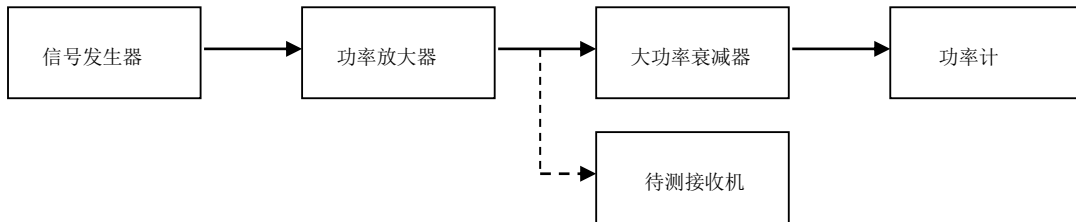

图 7-7 最大安全输入电平的检查
2) 图 7-7 连接测试设备。信号发生器的输出经功率放大器、大功率衰减器后输入功率计中(大功率衰减器的衰减量应能确保输入到功率探头的信号功率不超过功率探头的最大允许输入功率)。功率计读数与衰减器的衰减量之和为功率放大器输出端口的功率值。